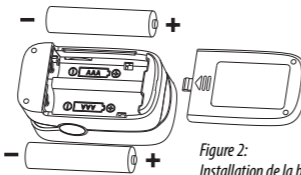

Figure 2: Installation de la batterie
A. Insérez les deux piles AAA dans le compartiment à piles en respectant les polarités (Figure 2). B. Poussez le couvercle de la batterie horizontalement le long de la flèche illustrée à droite.